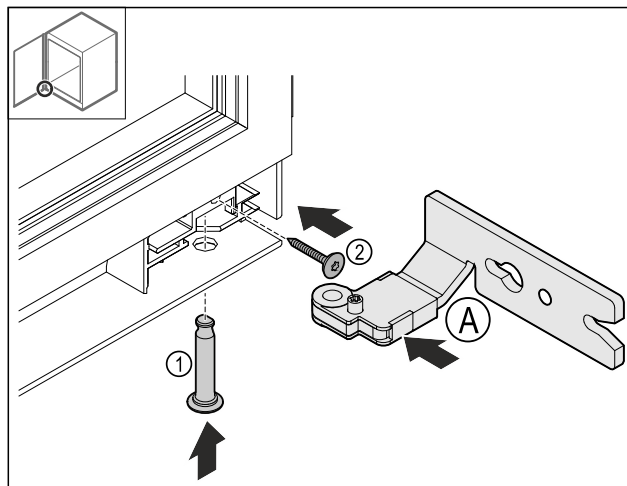

Fig. 23
- Vstavite spodnji Fig. 23 (A) tečaj.
- Vstavite sornik Fig. 23 (1) in ga pridržite.
- Zategnite Fig. 23 (2) vijak.